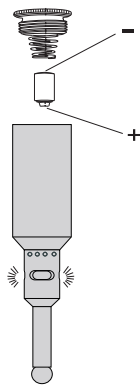
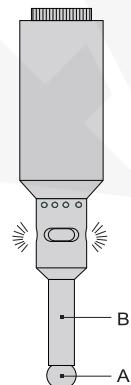

Abb. 1
Abb. 2
1. Legen Sie eine Batterie (23A, 12V) ein, wobei die negative Seite der Batterie nach oben zeigen sollte (Abb. 1). Vergewissern Sie sich, dass die LED-Leuchte aufleuchtet und der Summer ertönt (6572-2), indem Sie die Teile A und B mit einem Metallgegenstand berühren (Abb. 2).